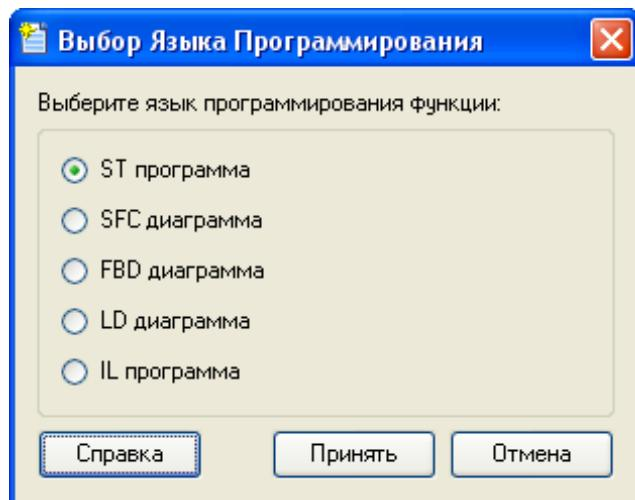

Рис. 5.8
5.4.3.6. Виділити ЛК в дереві шаблону рядок **Программа#1** і в діалозі, що відкрився, **Вибір мови** вибрati мову ST (рис. 5.8).